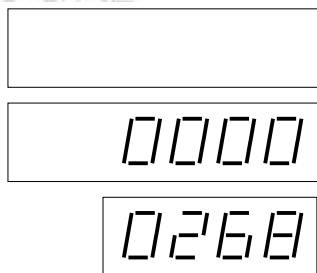

Рис. 11 Общее количество
3. На дисплее на сторонах колонки при нажатии клавиши „+“ (или „-“) загорятся и погаснут все сегменты (аналогично началу транзакции для контроля правильности всех сегментов), и на короткое время отобразится общее количество выпадений питающей сети *см. рис.11*.